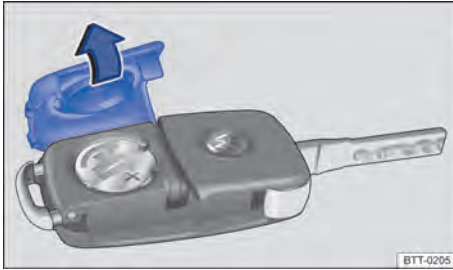

Fig. 38 Chave do veículo: abrir a cobertura do alojamento da bateria.
- Retirar a cobertura no lado posterior da chave do veículo ⇒ Fig. 38 no sentido da seta ⇒ .
- Posicionar a cobertura conforme indicado ⇒ Fig. 38 e pressionar no sentido contrário ao da seta sobre a carcaça da chave do veículo até encaixar.